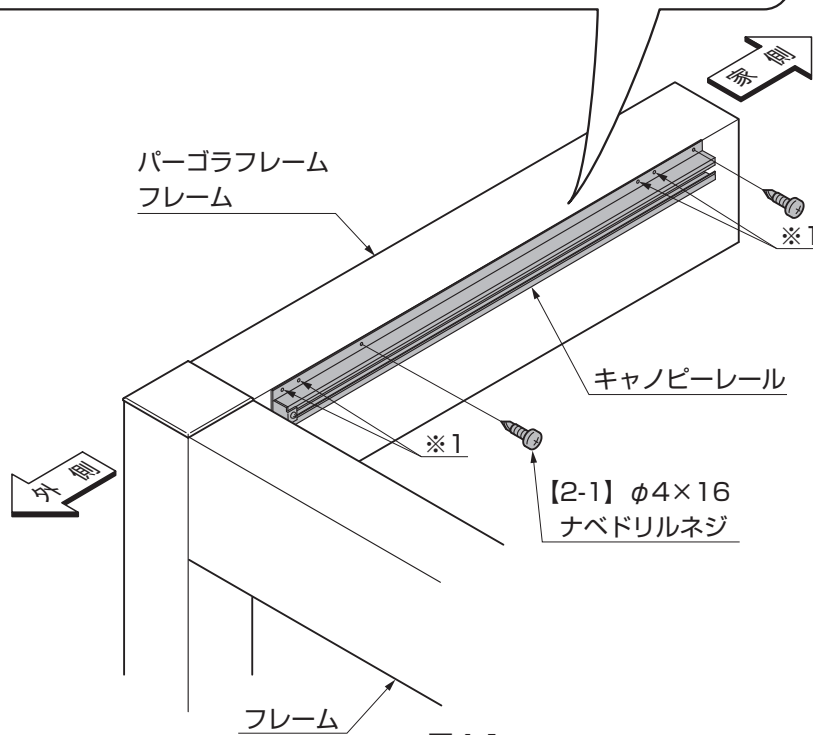

図4-1
①図4-1、表4-1を参照して「3.キャンピールールの穴加工」で加工した穴でキャンピールールをフレーム、パーゴラフレームに【2-1】で固定してください。